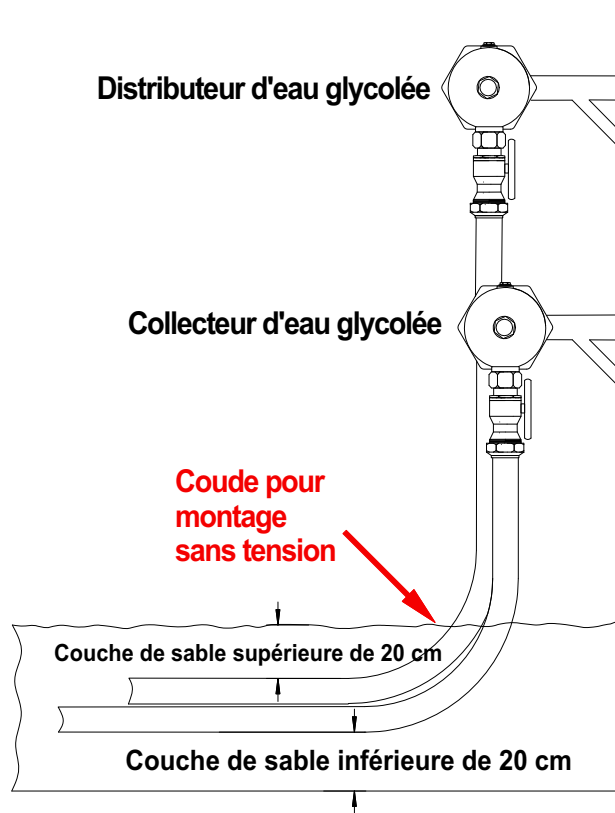
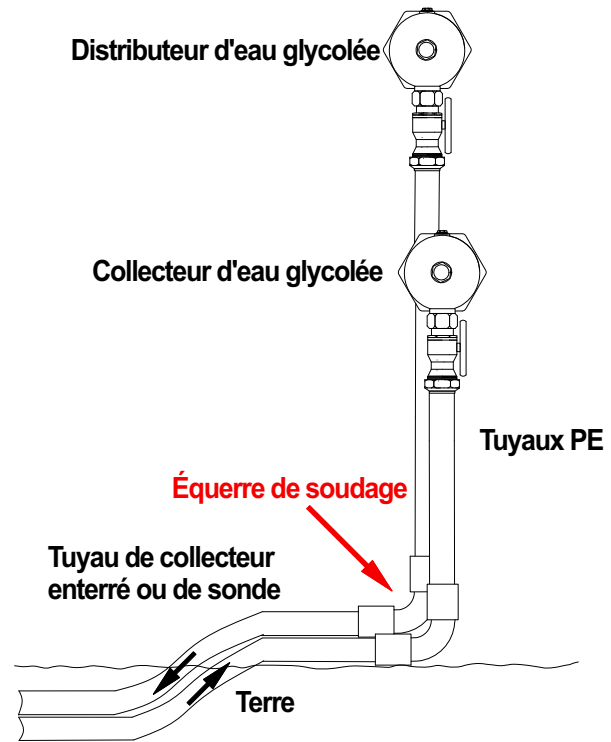

Fig. 5.5 : Montage des tuyaux sur le distributeur d'eau glycolée
Fig. 5.6 : Montage des tuyaux sur le distributeur d'eau glycolée avec une équerre de soudage
- Lors du montage dans un puits, il est recommandé de placer dans la terre une couche de sable d'environ 20 cm au-dessus et en dessous des tuyaux de collecteur enterré ou de sonde (Fig. 5.5 à pag. 6). Si un coude est soudé pour compenser les dilatations linéaires, il doit se trouver au-dessus du sol (Fig. 5.6 à pag. 6) !!